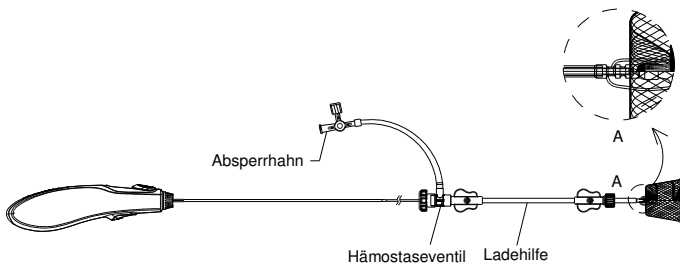
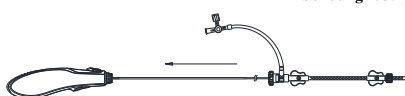

Abbildung 4. CeraFlex™ PDA-Okkluder-System
Abbildung 5. Laden der Vorrichtung in die Ladehilfe
- Die Verbindung zwischen Okkluder und Freisetztzdraht sorgfältig kontrollieren (siehe **Abbildung 4**). Die Vorrichtung und die Ladehilfe in Kochsalzlösung eintauchen und den CeraFlex™ PDA-Okkluder mit einem schnellen Ruck in die Ladehilfe ziehen (siehe **Abbildung 5**).